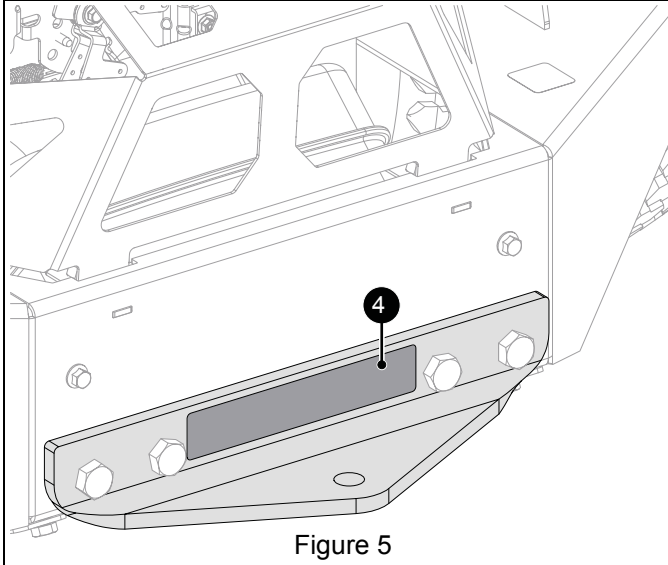

Figure 5
3. Coller la décalcomanie sur la plaque d'attelage. Voir la Figure 5.